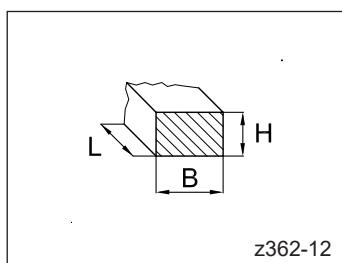

Abbildung 18: Abmessungen einer Holzlatte
- Die Höhe H der Holzlatte darf nur so groß sein, dass ein Kippen der Heißkanalbaugruppe ermöglicht wird. Die Höhe H muss zudem um einige Größenordnungen kleiner sein als die Breite B ( $H \ll B$ ), um ein Abrutschen der Heißkanalbaugruppe zu verhindern (siehe Abbildung 18).
- Die Auflagefläche L x B der Holzlatte muss ausreichend groß sein, damit die Heißkanalbaugruppe nicht beim Bewegen wegrutschen kann (siehe Abbildung 18).